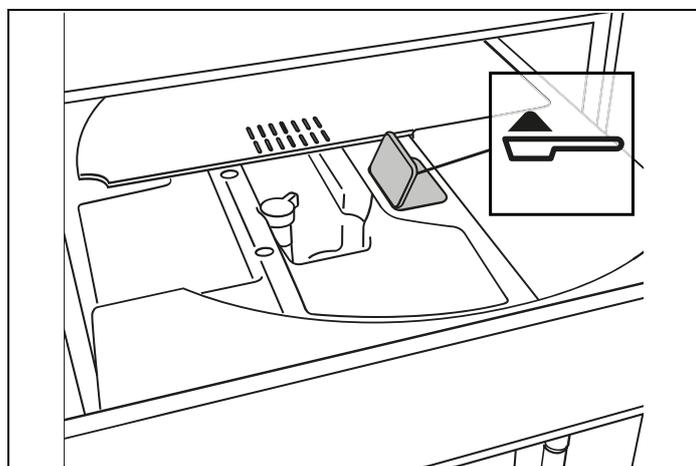

Fig. 26
- 1) Appuyez sur  **Arôme (B6)** jusqu'à ce que l'écran (B) affiche  (prémoulu)
- 3) Assurez-vous que l'entonnoir (A21) n'est pas bloqué, puis ajoutez une mesure rase de café prémoulu (Fig. 26).